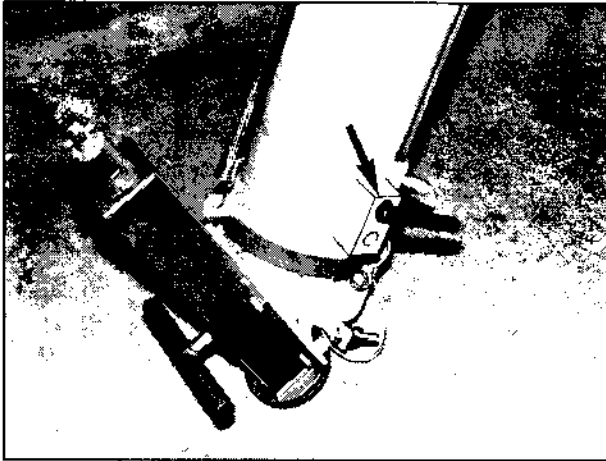

Bild 91
9. Steckbolzen aus dem mittleren Rohr herausziehen, unteres Rohr in das mittlere Rohr einschieben, Steckbolzen in die obere Bohrung einstecken (Bild 91/Pfeil) und sichern.